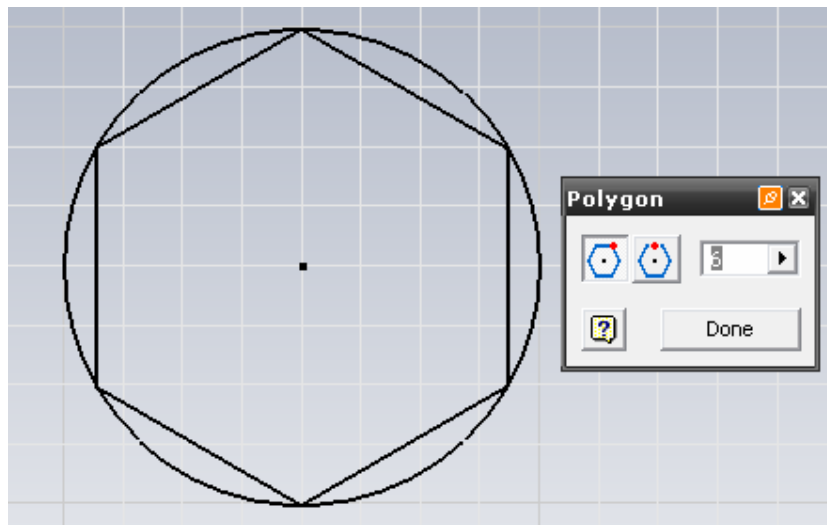
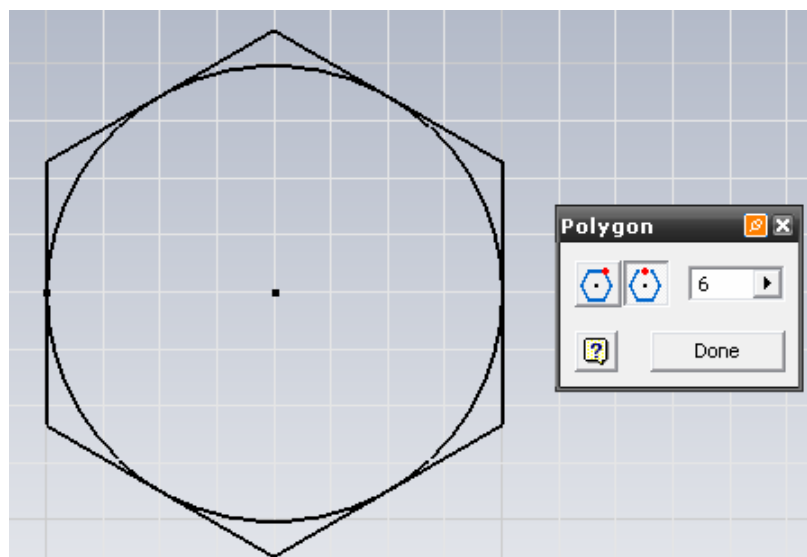

Figura 3.17A Generación de un polígono inscrito.
Figura 3.17B Generación de un polígono circunscrito.
- El usuario tiene dos opciones, generar un polígono inscrito figura 3.17A ó circunscrito figura 3.17B, así que podrá elegir cualquiera de esas dos opciones, así mismo, indicara el número de lados del polígono en el cuadro de dialogo.